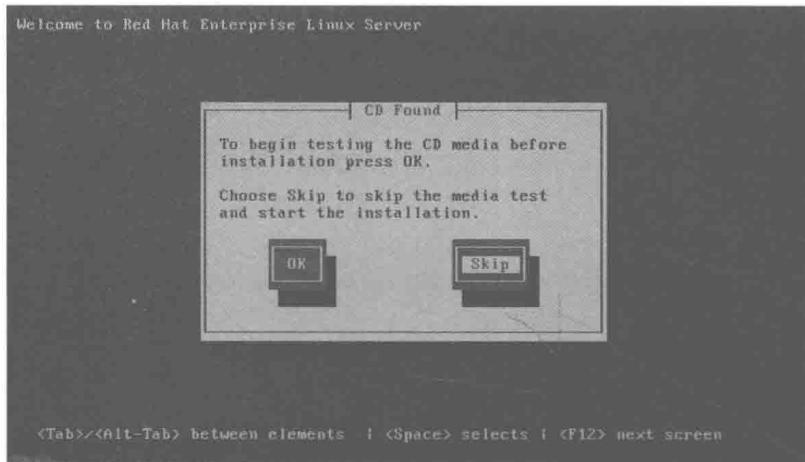

图 4-24 检查光盘确认界面
(15) 安装时系统会提示是否检查安装光盘，如图 4-24 所示，点击“Skip”按钮，跳过安装光盘的检索。